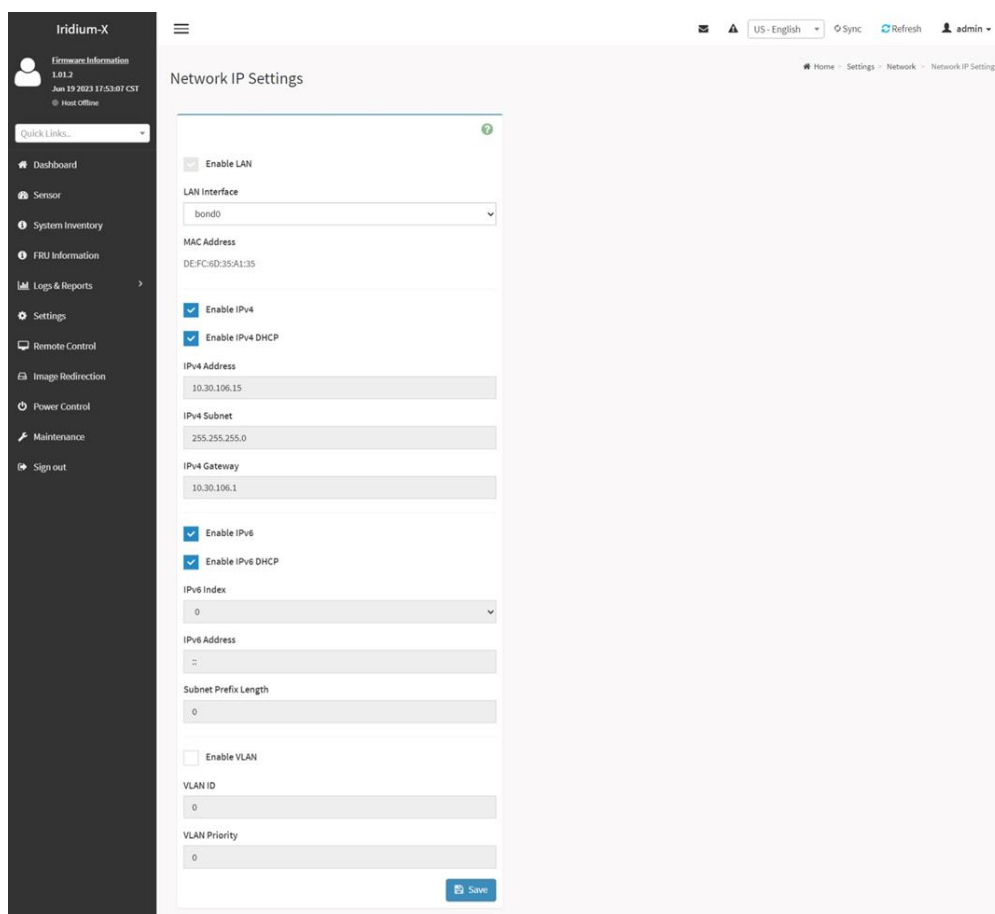

Рисунок 48 – Страница настройки IP адресов ВМС
3) После перехода во вкладку «**Network IP Settings**», открывается страница настройки IP адресов ВМС. По умолчанию активированы настройки DHCP (стоит галочка Enable IPv4 DHCP), можно снять галочку и внести свои настройки\*. (см. Рисунок 48).